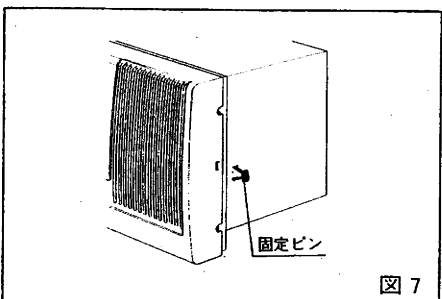

図7
### (4)最後にグリルを取付け固定ピンを差込み固定します。(図7)
#### (4)最後にグリルを取付け固定ピンを差込み固定します。（図7）